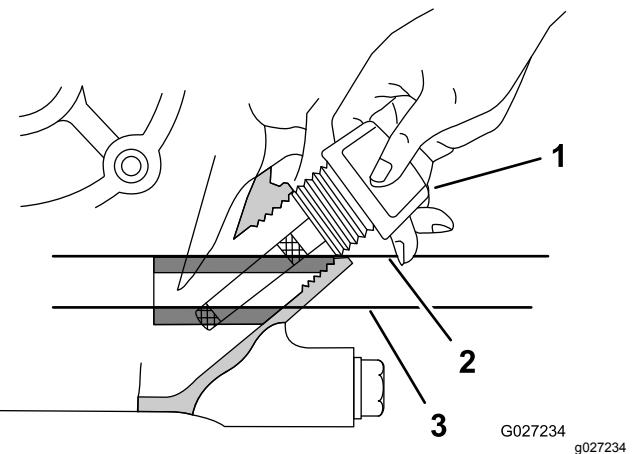

Figura 13
5. Insira a vareta do motor como se mostra na Figura 13.
6. Retire a vareta do tubo de enchimento e observe o nível do óleo na vareta (Figura 13).
- Nota:** O nível do óleo tem de cobrir entre as áreas marcadas na vareta (Figura 13).
8. Aperte à mão a vareta no tubo de enchimento (Figura 13).
4. Retire a vareta do motor e limpe-a com um pano limpo (Figura 13).